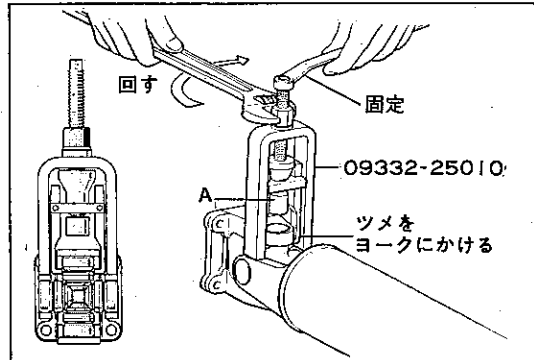

図4-2-15 ユニバーサル ジョイント分解 (1)
1. 図4-2-15のAがスパイダ ベアリングに当たらないよう十分上げておく。